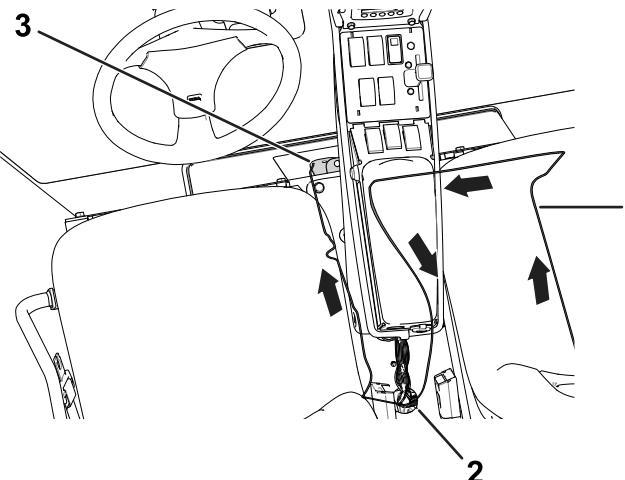
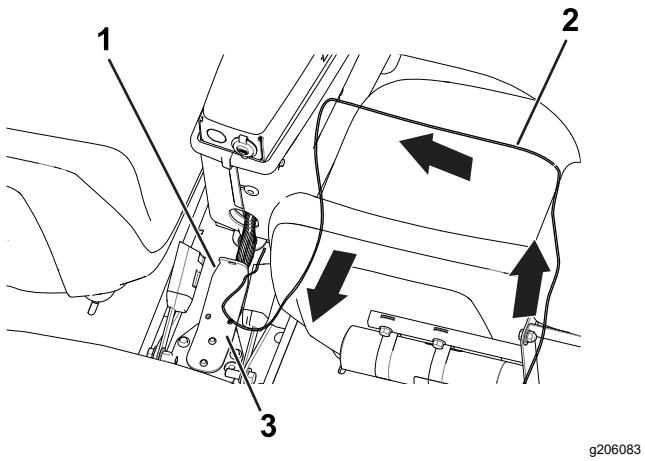

Рисунок 8
Рисунок 9
Проложите трубку вдоль установленного жгута проводки через отверстие в пульте (Рисунок 9).
Проложите трубку вдоль установленного жгута проводки через отверстие в пульте и к передней части основания сиденья (Рисунок 8).
4. Прикрепите трубы к установленному жгуту проводки с помощью кабельных стяжек (Рисунок 9 или Рисунок 8).